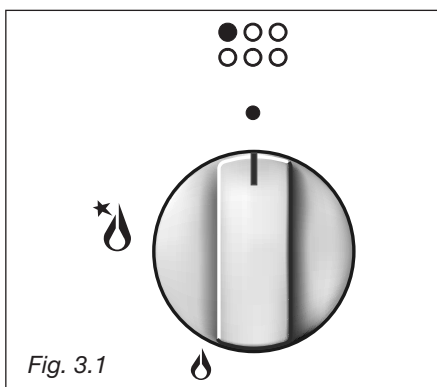
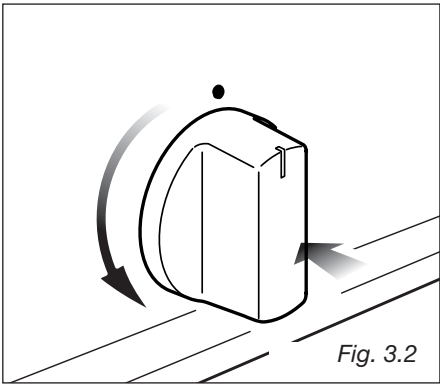

Fig. 3.1
Fig. 3.2
L'arrivée du gaz au brûleur est commandée par une manette (fig. 3.1).
- Pour allumer le brûleur, appuyer sur la manette et la faire tourner (fig. 3.2) jusqu'à la position de débit maximum (grande flamme ★); puis continuer à appuyer sur la manette jusqu'à ce que l'allumage se fasse (fig. 3.1).
- 1 – Pour allumer le brûleur, appuyer sur la manette (fig. 3.2) et la faire tourner jusqu'à la position de débit maximum (grande flamme ); puis continuer à appuyer sur la manette jusqu'à ce que l'allumage se fasse.